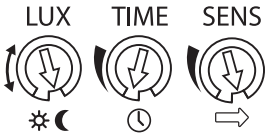

Рис. 3 Регуляторы датчика
- 9.8 Настройка Изделия. Датчик снабжен тремя регуляторами: LUX, TIME, SENS (рис. 3).